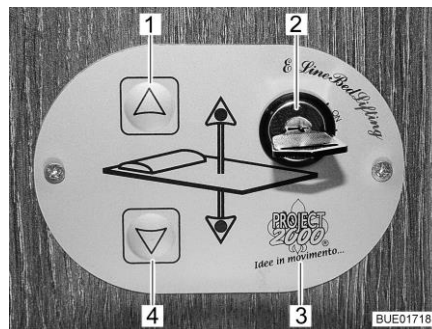

Bild 65 Bedienteil
Mit den Tasten (Bild 65,1 und 4) auf dem Bedienteil (Bild 65,3) wird das Hubbett abgesenkt oder angehoben. Mit dem Schlüsselschalter (Bild 65,2) wird das Bedienteil gegen unbefugte Benutzung gesichert. Das Hubbett ist in der Höhe stufenlos einstellbar.
- Schlüssel im Schlüsselschalter (Bild 65,2) um 90° im Uhrzeigersinn auf Stellung "On" drehen. Das Bedienteil (Bild 65,3) ist aktiviert.
- Pfeiltaste (Bild 65,4) drücken und so lange gedrückt halten, bis das Hubbett in die gewünschte Position nach unten gefahren ist.
- Pfeiltaste (Bild 65,1) drücken und so lange gedrückt halten, bis das Hubbett in die Endstellung nach oben gefahren ist.